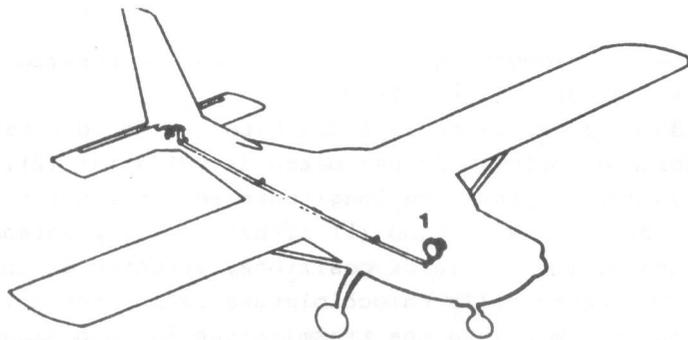

FIG. 4
Il comando del compensatore longitudinale - fletner - (FIG.4) è costituito da un volantino (1) situato nella piantana centrale e munito di indicatore di posizione, azionato da un ago, o indice, che scorre nella chiocciolata dello stesso volantino. Tale volantino, mediante una trasmissione in cavo di acciaio, comanda una puleggia calettata su un attuatore meccanico, il quale, per mezzo di una coppia di leve di rinvio e di una biella, comanda l'aletta fletner.